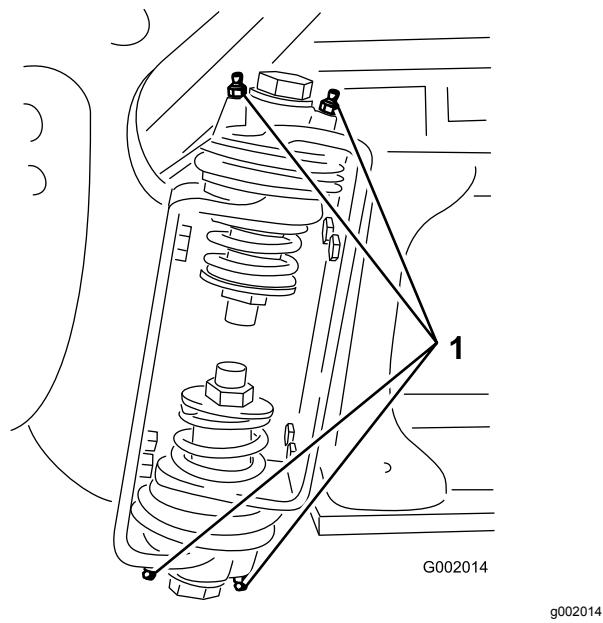

Figura 91
2. Pompat del grasso nel raccordo di ogni cuscinetto o boccola **Figura 91**.